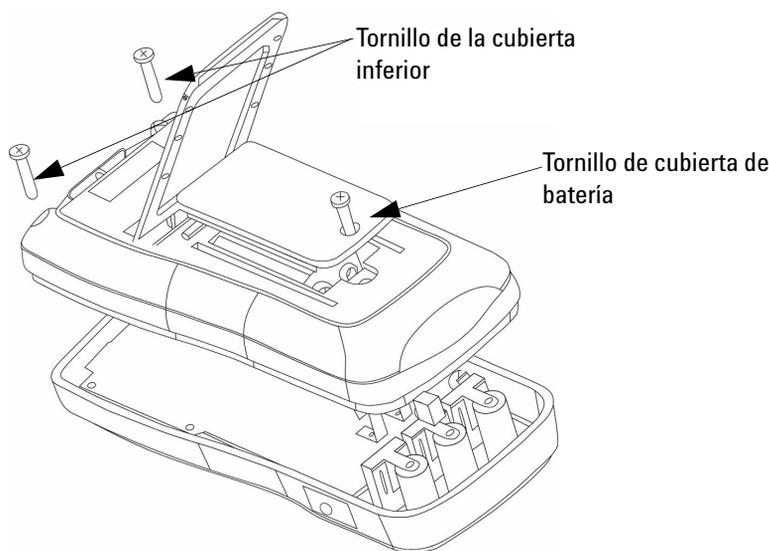

Figura 3-2 Reemplazo del fusible
- 2 Afloje los tornillos con un destornillador adecuado y extraiga la cubierta de inferior tal como se muestra en la Figura 3-2.